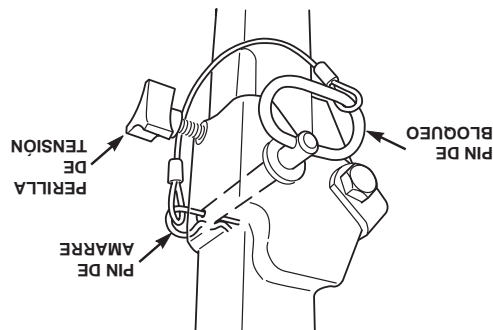

Figura 2-2. Bisagra del ROPS
2. Retire los pasadores de chaveta de las horquillas y los dos (2) pines de bloqueo. Vea la Figura 2-2.
5. Instale los dos (2) pines de bloqueo a través del agujero, asegúrelos con los dos (2) pasadores de chaveta de las horquillas y apriete las perillas de tensión. Vea la Figura 2-2. Quite el cinturón de seguridad del soporte de sujeción.